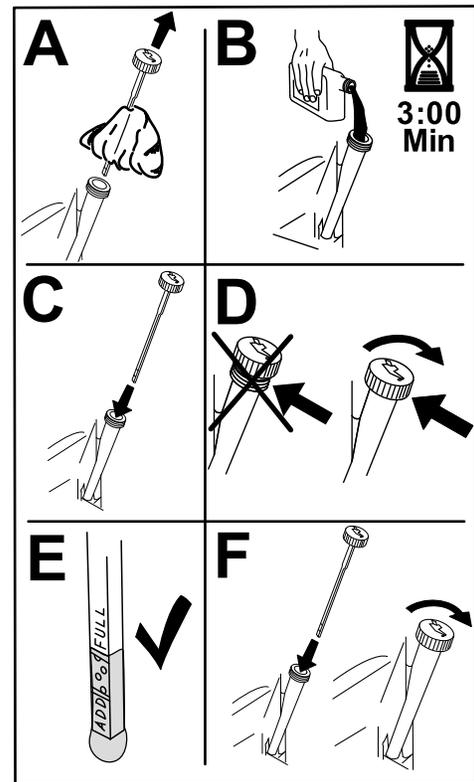

Figura 42
- Vierta lentamente un 80% aproximadamente del aceite especificado por el tubo de llenado, luego añada lentamente el resto del aceite hasta que llegue a la marca **Lleno** (Figura 42).